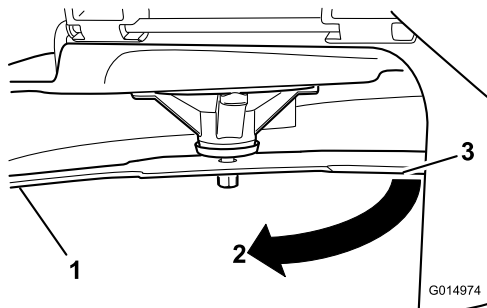

Figura 79
3. Distanza misurata tra la lama e la superficie (A)
4. Ruotate la stessa lama di 180 gradi in modo che il tagliente opposto si trovi ora nella stessa posizione (**Figura 79**).